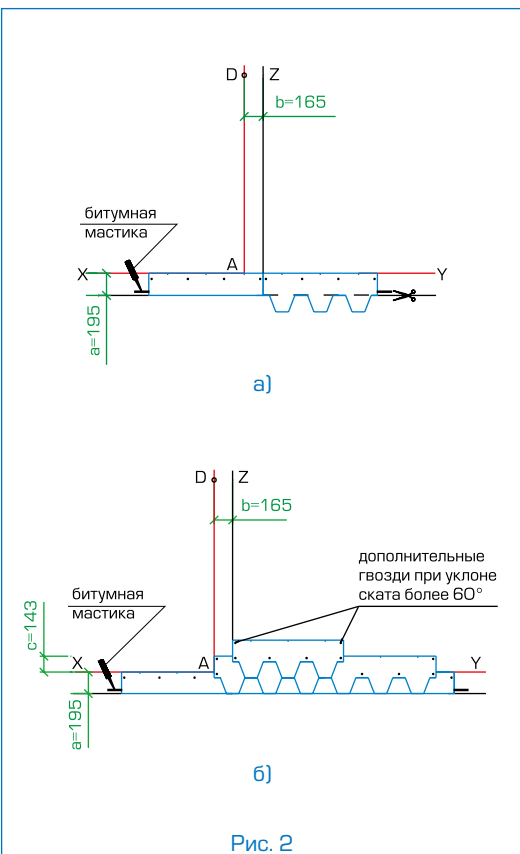

Рис. 2
### Укладка материала (рис. 2)
- Начальный ряд формируется из листов черепицы НОРДИК с обрезанными лепестками. Полученные таким образом полосы шириной 19,5 см укладываются по линии карниза в обе стороны от линии Z (рис. 2а) и фиксируются по нижнему краю битумной мастикой, а по верхней кромке 4 гвоздями (ось гвоздей на 5 см ниже верхнего края полосы);
- далее первый ряд черепицы укладывается от линии AD (рис. 2б);
- второй ряд укладывается от линии Z (со смещением 16,5 см от AD) (рис. 2б);